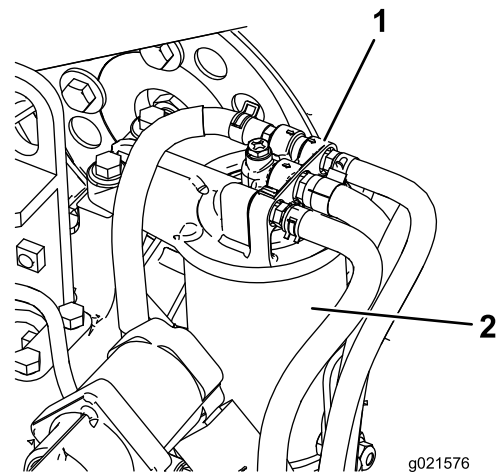

Figura 43
1. Limpie la zona alrededor del cabezal del filtro de combustible (Figura 43).
2. Retire el filtro y limpie la superficie de montaje del cabezal del filtro (Figura 43).